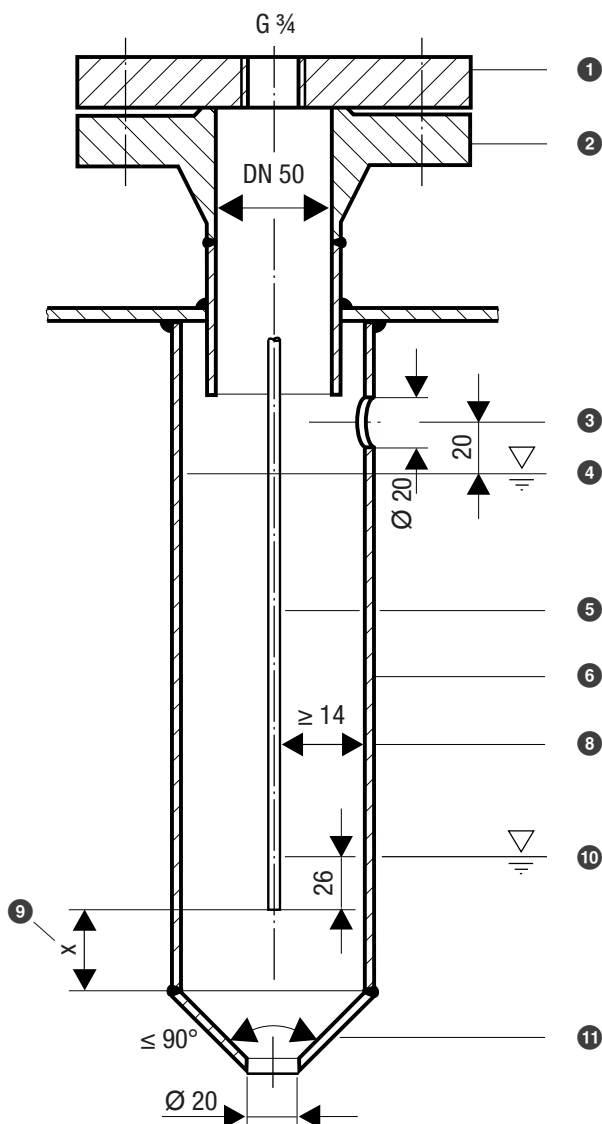
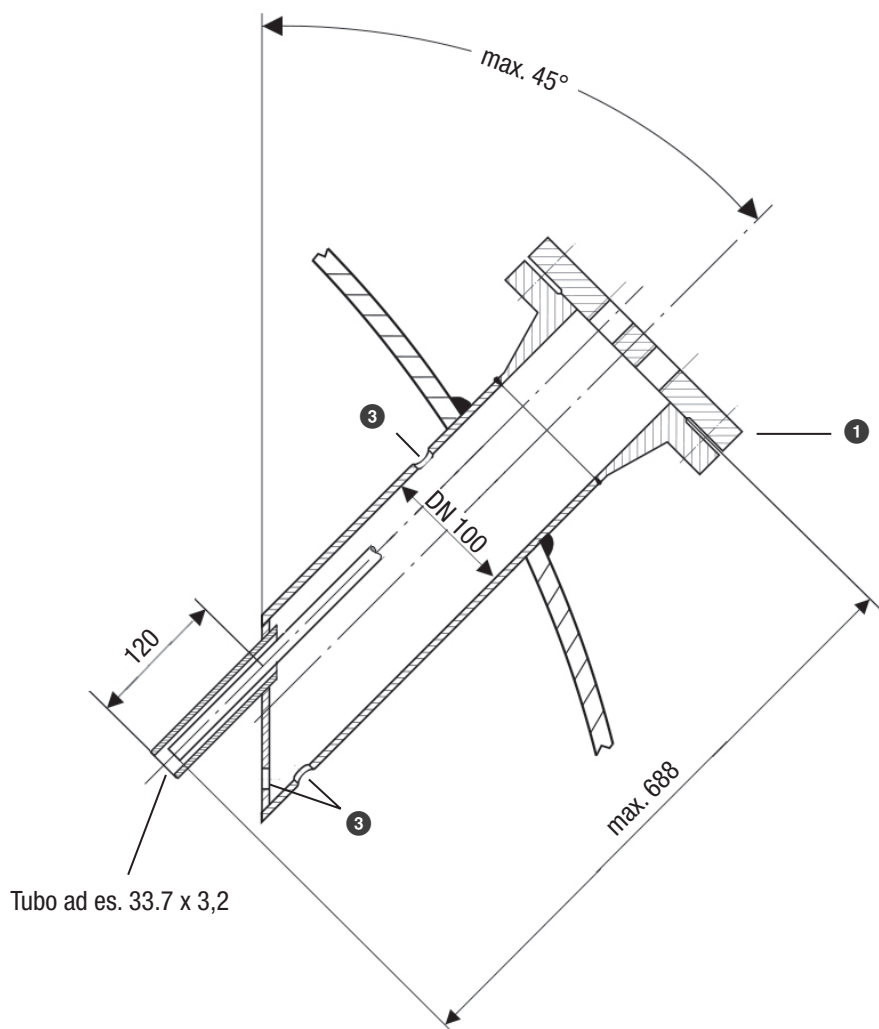

Fig. 9
Fig. 13
- L'angolo di inclinazione della sonda di livello - se si esclude l'utilizzo in una flangia a due fori - può ammontare a 45°, mentre la lunghezza dell'elettrodo è limitata a max 688 mm, ved. Fig. 13.
- Durante il montaggio della sonda di livello attenersi sempre alla distanza minima, ved. Esempi di installazione Fig. 9 - Fig. 13.
Esempio di installazione con ingombri, ved Fig. 9, pagina 25
Legenda da Fig. 9 a Fig. 13
- ❶ Fig. 9, 10: Flangia (PN 40, DN 50) DIN EN 1029-01 (sonda singola)